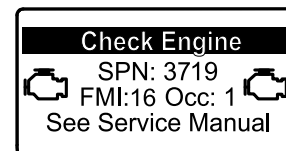

Figure 30
- Si une régénération en stationnement est nécessaire, l'InfoCenter affiche l'avertissement moteur SPN 3719, FMI 16 (Figure 30) et le calculateur moteur réduit la puissance du moteur à 85 %.